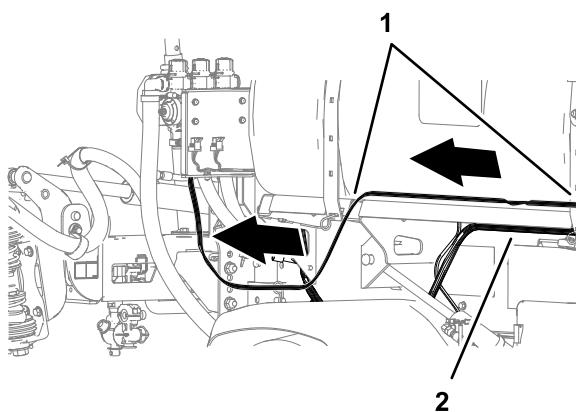

Figure 64
3. Acheminez le faisceau avant le long du faisceau de câblage, en direction de la section de pulvérisation centrale (Figure 64).